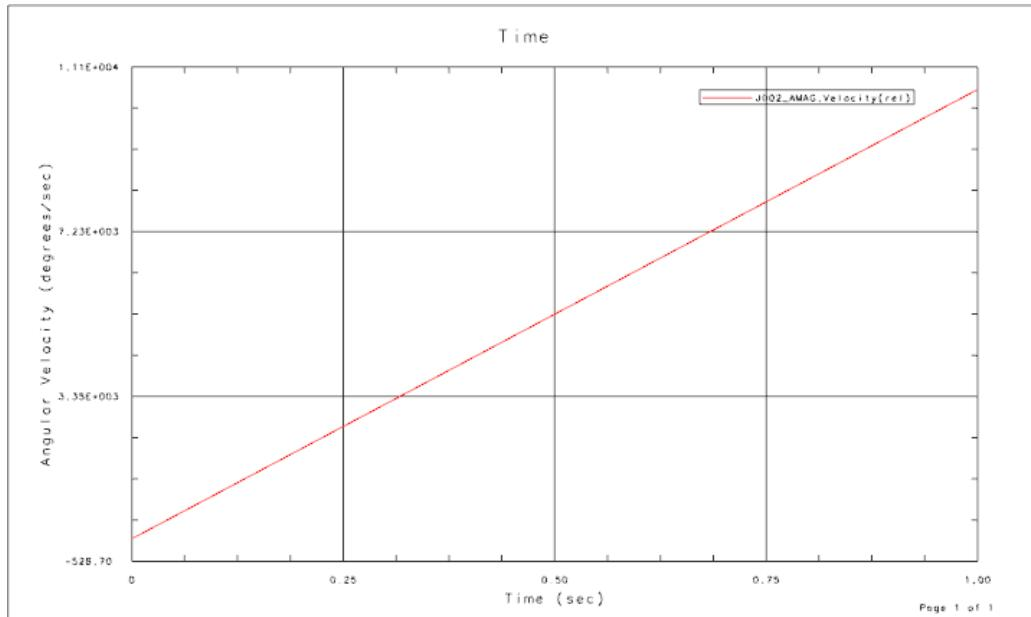

图 9.3.5 速度-时间曲线
(1) 选择下拉菜单 **分析(A)** → **运动(M)** → **图表(C)...** 命令, 单击其中的 **对象** 选项卡。
(2) 设置输出对象。在“图表”对话框的 **运动模型** 区域选择旋转副 J002, 在 **请求** 下拉列表中选择 **速度** 选项, 在 **分量** 下拉列表中选择 **角度幅值** 选项, 单击 **Y 轴定义** 区域中的 按钮, 完成“图表”对话框中的参数设置。
(3) 定义保存路径。选中“图表”对话框中的  保存 复选框，然后单击  按钮，选择 D:\ug85.16\work\ch09.03\torque\_asm\torque\_asm.afu 为保存路径。
(4) 单击  按钮，系统进入函数显示环境并显示旋转副 J002 的速度-时间曲线，如图 9.3.5 所示。